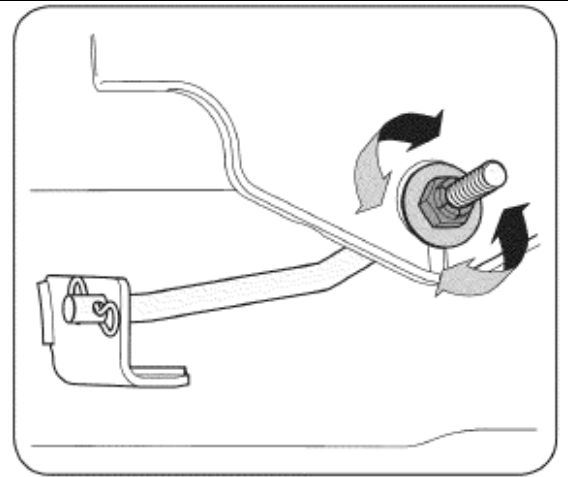

Рис. 15
3. Определите местоположение фланцевой фиксирующей гайки на кронштейне передней части деки. См. Рис. 15.
6. Заведите ремень на 2 натяжных шкивах деки, как показано на Рис. 15.